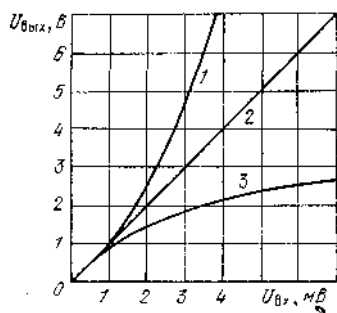

Рис. 46
Как компрессор, так и экспандер, включают обычно между выходом предварительного и входом оконечного усилителя НЧ, т. е. там, где напряжение сигнала достигает десятков милливольт. Ниже описаны два варианта компрессора и один экспандер. Различия в характеристиках этих двух видов приставок иллюстрирует рис. 46, где показаны амплитудные характеристики обычного линейного усилителя (2), компрессора (3) и экспандера (1). Если у линейного усилителя выходное напряжение прямо пропорционально входному, то у компрессора оно уменьшается медленнее, а у экспандера быстрее входного по сравнению с линейным усилителем.